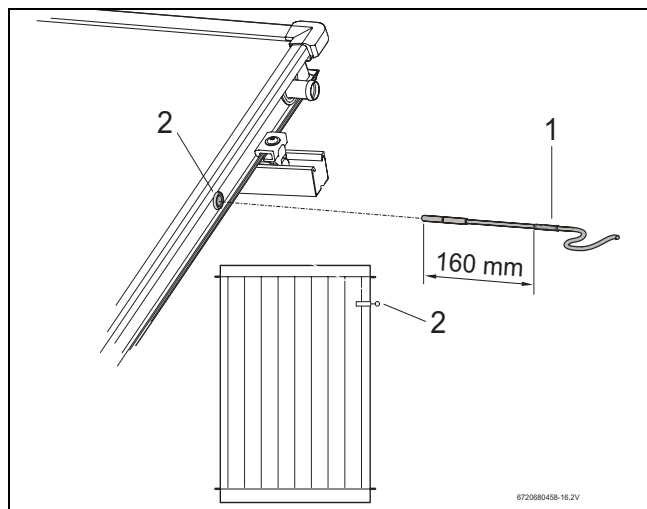

Fig. 46 Inserimento della sonda del collettore nel collettore
Per una perfetta efficienza dell'impianto solare la sonda del collettore (fig. 46, [1]) deve essere completamente inserita nel pozzetto fino alla battuta d'arresto (ovvero per ca. 250 mm).
- Perforare la membrana isolante del pozzetto per la sonda del collettore (fig. 46, [2]) con la sonda stessa o con un cacciavite.
Se viene perforato per errore il pozzetto (fig. 46, [2]) di un collettore sbagliato, tale pozzetto dovrà essere chiuso con il tappo del set di collegamento.